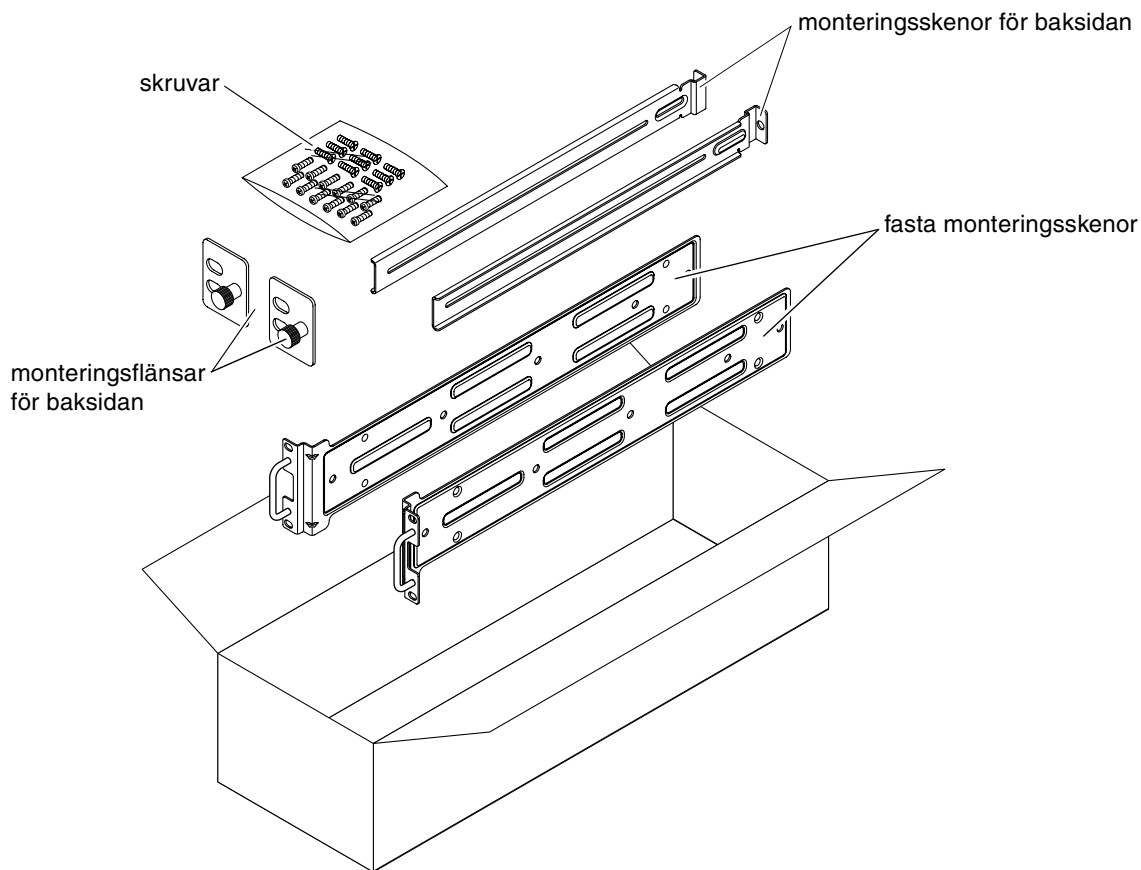

BILD 3-1 Innehåll i paketet för 19-tums 4-bensrack
1. Ta fram de fasta monteringskenorna från rackpaketet (BILD 3-1).
4. Ta fram de två bakre monteringskenorna från rackpaketet (BILD 3-1).
8. Ta fram de två bakre monteringsflänsarna från rackpaketet (BILD 3-1).
Du behöver också de fasta monteringskenorna från standardpaketet för rackmontering som levereras med Netra 240-servern (BILD 3-1).
1. Ta fram de fasta monteringskenorna och M5 × 8 mm flata stjärnskruvar från standardrackpaketet (BILD 3-1).